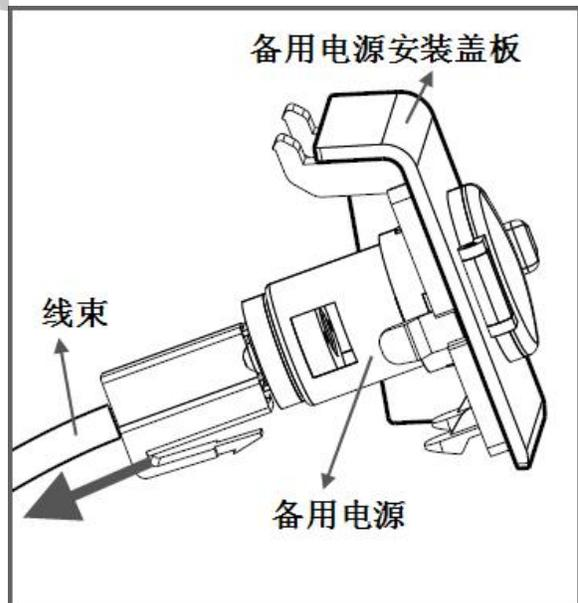

图 1.6.12 备用电源安装版的拆卸 b
- c) 将与备用电源连接的线束松开，再将安装板取出并放在一边。如图1.6.12所示；